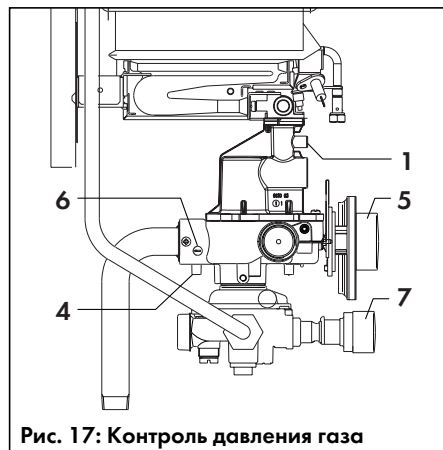

Рис. 17: Контроль давления газа
- Установите крышку (15) обратно, крепко затянув её 4 винтами (14).
- Открутите винты (12) и снимите крышку (13) с газовой арматуры (крышка подпружинена).
- Вытащите прокладку корпуса (20), пружину вентиля (17) и клапан вентиля (18).
- Замените клапан вентиля (18) и прокладку корпуса (20) на соответствующие из комплекта для перенастройки и вставьте их вместе с прежней пружиной (17) в газовую арматуру. Обратите внимание на правильное положение уплотнительной прокладки.
- Установите крышку (13) обратно, крепко затянув её винтами (12).
- Установите коллектор (2) с соплами и соберите горелку, обратив внимание на наличие предварительного сопла:
- Подсоедините U-образный манометр к штуцеру для измерения давления газа на соплах (1, рис. 17), вывернув из него винт.
- Подсоедините U-образный манометр к штуцеру для измерения давления газа на соплах (1, рис. 17), вывернув из него винт (рекомендуется U-образный манометр Vaillant № 99-0034).
- Запустите аппарат в работу на максимальной мощности согласно указаниям на стр. 9 и 10 и, вывернув регулятор температуры (7, рис. 17) до упора вправо, откройте возможно больший разбор горячей воды.
- Установите вращением установочного винта секторного дросселя (6, рис. 17) давление на соплах, указанное в таблице на стр. 25: